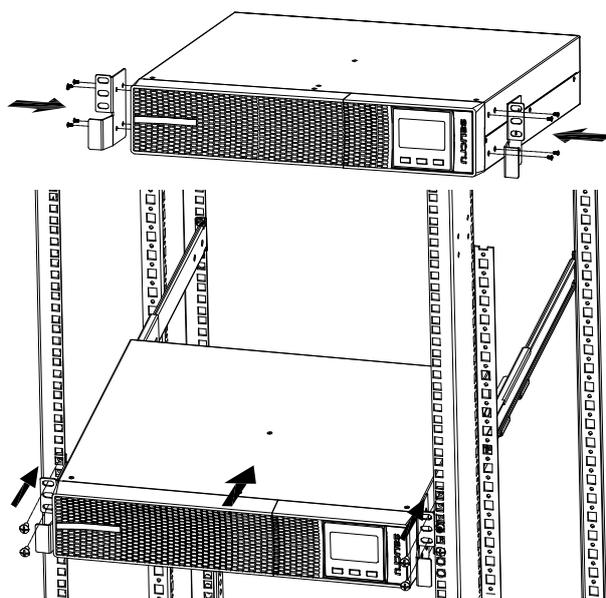
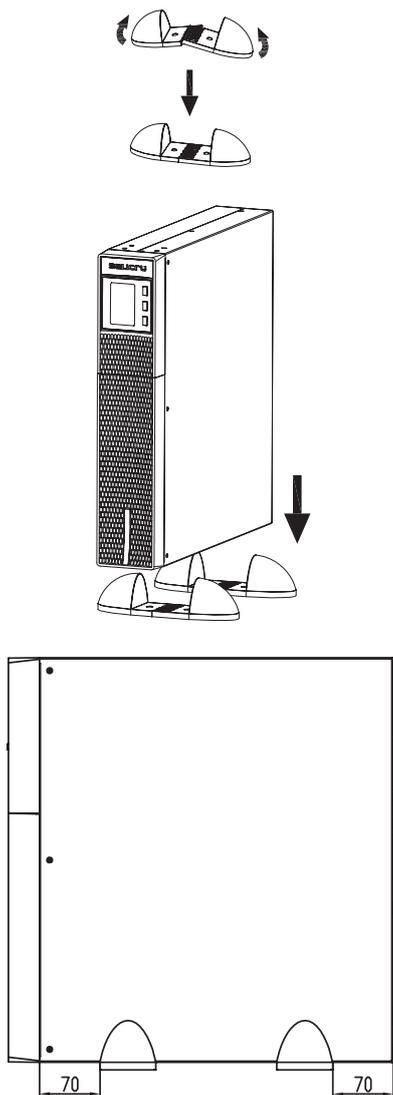
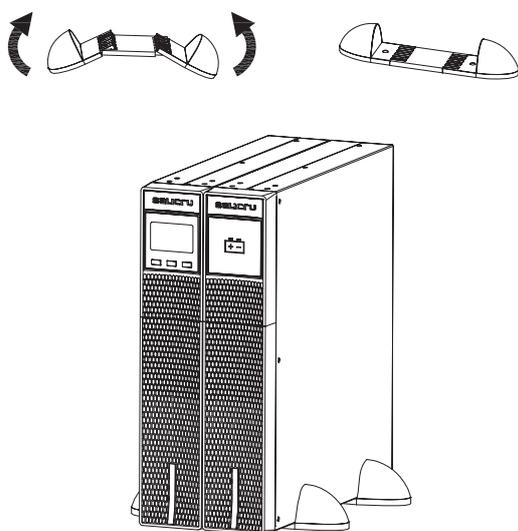

Fig. 4. Montage type rack en armoire 19".
Fig. 6. Montage vertical -type tour-
Fig. 8. Modèle en montage vertical-typetour-avec extension autonomie (module de batteries).
- Les Fig. 4 à Fig. 8 montrent, à titre d'exemple, les graphiques d'un équipement ou de ce dernier avec son module de batteries. Ces illustrations sont d'une aide et d'une orientation dans les étapes à suivre et ne visent en aucun cas à particulariser les instructions à un seul modèle, bien que dans la pratique les actions à effectuer soient toujours les mêmes pour toutes.
- Procédez de la manière suivante (voir Fig. 4) :
- Placez l'onduleur entre les deux bases à une distance de 70 mm de chaque extrémité (voir la Fig. 6).
- Placez l'onduleur et le module de batteries debout entre les deux bases (voir la Fig. 8) et à une distance de 70 mm depuis chaque extrémité, comme il est indiqué à la Fig. 6.